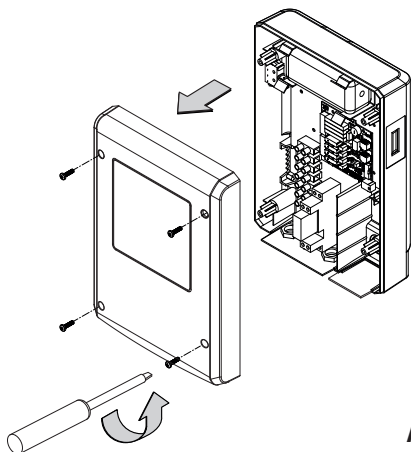

Abb. 1
- Nehmen Sie das Gehäuseoberteil ab. Dazu lösen Sie die 4 Schrauben komplett und nehmen das Oberteil ab. (Abb. 1).